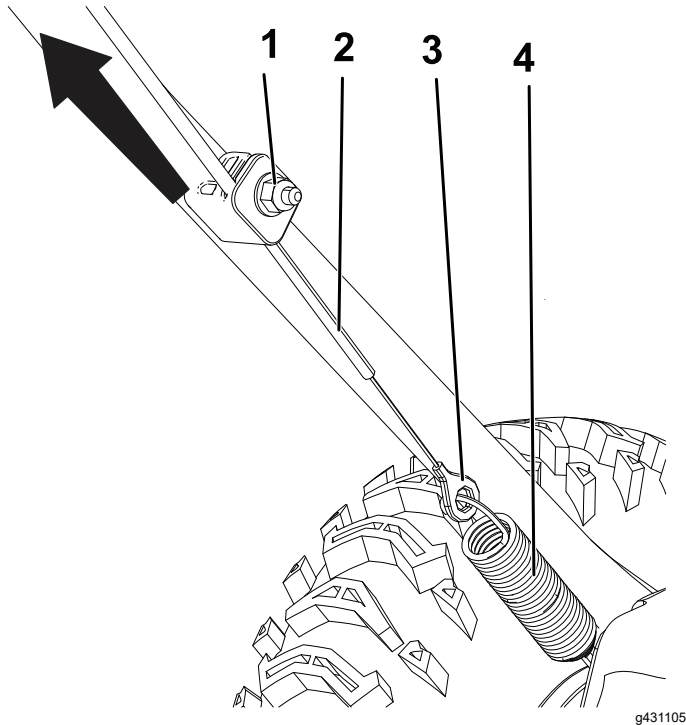

Figura 21
1. Afloje la tuerca de la abrazadera inferior del cable, pero no la retire (Figura 21).
2. Tire hacia arriba del cable para eliminar parte de la holgura (Figura 21).
3. Sujete el cable y apriete la tuerca (Figura 21).